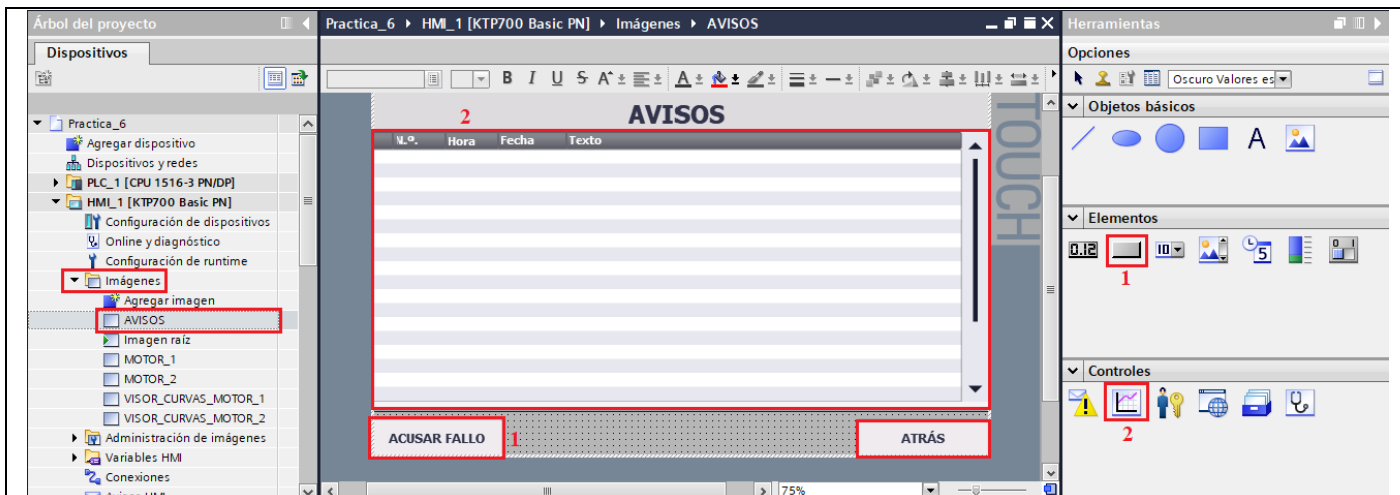

Figura 70. Configuración de la imagen AVISOS.
(1) Para realizar la configuración debe dirigirse a “Imagen raíz” / “AVISOS”.
- A continuación, se presenta la disposición de las herramientas (1) Botón, (2) Visor de Avisos para la configuración de la ventana de “Avisos” (ver Figura 70).